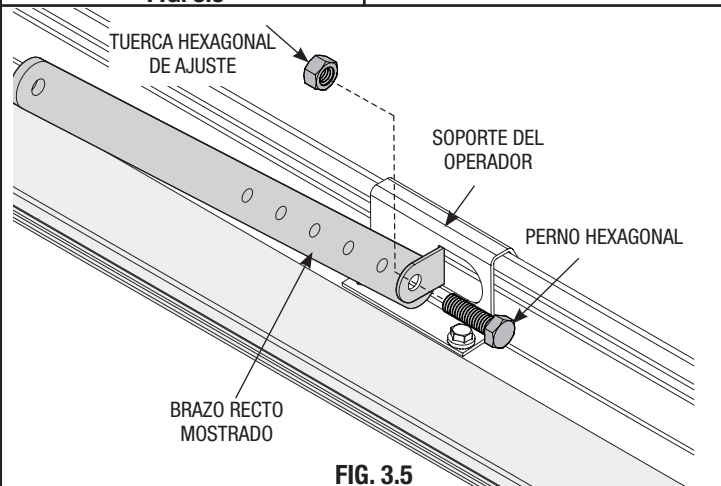

FIG. 3.5
(1) Perno hexagonal de 3/8" - 16 x 1" y (1) tuerca hexagonal DE AJUSTE de 3/8" - 16, tal como se muestra en la FIG. 3.5.
(1) perno hexagonal de 5/16" - 18 x 1" y (1) tuerca hexagonal DE AJUSTE de 5/16" - 18, tal como se muestra en la FIG. 3.5.